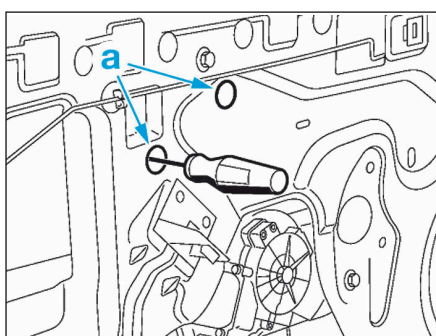

FIG.45
- Reposer les écrous (2).
- Reposer les vis (1) sans les serrer.
- Remonter la vitre afin d'accéder aux vis (1) par les orifices (a) (Fig.45).
- Serrer les vis (1).